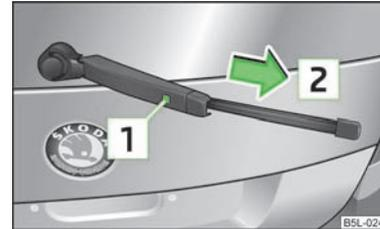

Abb. 38
- › Den Scheibenwischerarm von der Scheibe abklappen und das Scheibenwischerblatt rechtwinklig zum Wischerarm stellen » Abb. 38.